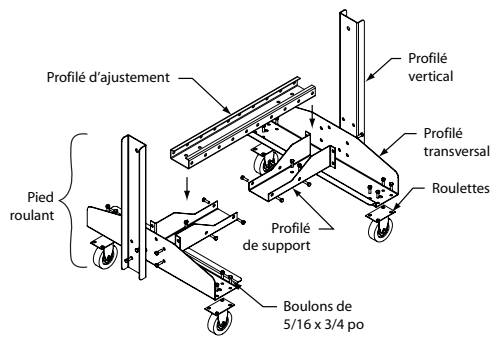
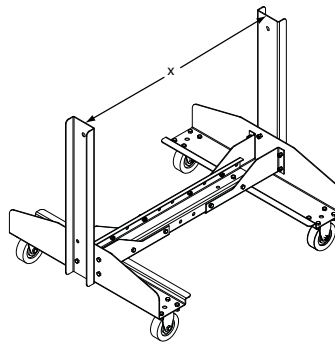

Figure 5 — Assemblage du support sur roues
Figure 6 — Largeur du ventilateur pour le support sur roues
- Voir la Figure 5. Attacher un (1) profilé vertical à un (1) profilé transversal avec deux (2) boulons de 5/16 x 3/4 po.
- Attacher le profilé transversal à un profilé de support avec quatre (4) boulons de 5/16 x 3/4 po pour former un pied roulant. Voir la Figure 5.
- Attacher deux (2) roulettes pivotantes sur le premier pied avec quatre (4) boulons de 5/16 x 3/4 po pour chaque roulette. Attacher deux (2) roulettes fixes sur le second pied avec quatre (4) boulons de 5/16 x 3/4 po pour chaque roulette.
- Voir la largeur du ventilateur dans la table ci-dessous et la Figure 6 (page 3). Placer le profilé d'ajustement entre les deux pieds roulants et coulisser la largeur souhaitée. Attacher avec quatre (4) boulons de 5/16 x 3/4 po de part et d'autre des profils de support et avec quatre (4)